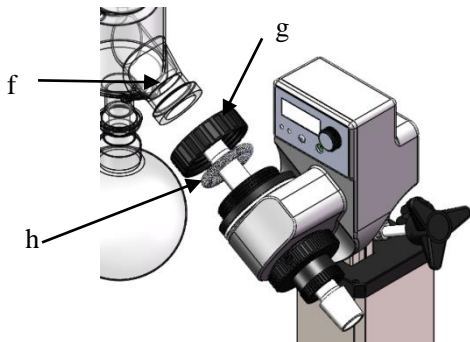

Fig. 16
- Monte el condensador (f) (Fig. 16 y 17)